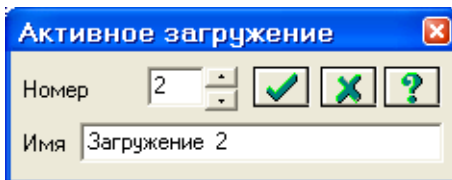

Рис.9.28. Диалоговое окно **Активное загрузение**
- Смените номер текущего загрузки, вызвав диалоговое окно **Активное загрузке** (рис.9.28) с помощью меню **Нагрузки** ⇒ **Выбор загрузки** (кнопка  на панели инструментов).